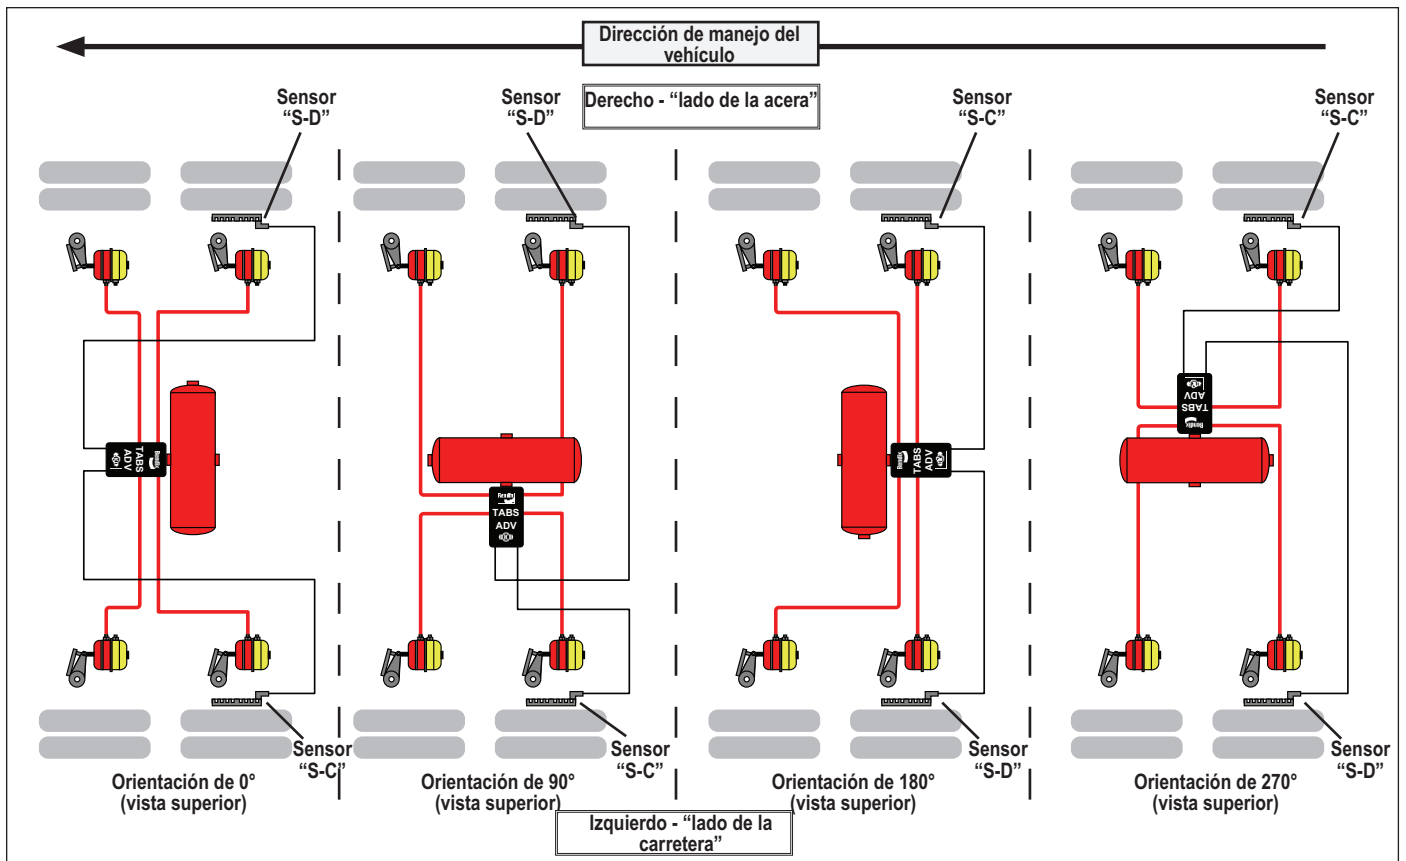

FIGURA 19 - INSTALACIÓN DEL SENSOR DE VELOCIDAD DE LA RUEDA
Nota: los sensores de velocidad de la rueda deben seguir la orientación del módulo como se muestra en la figura 19 para los remolques de eje fijo.
- Si la ubicación del sensor de la rueda no concuerda con la orientación del módulo avanzado TABS-6™ de Bendix® que se muestra en la figura 19, se generará un código de diagnóstico de fallas (DTC) y se encenderá la luz indicadora del ABS.